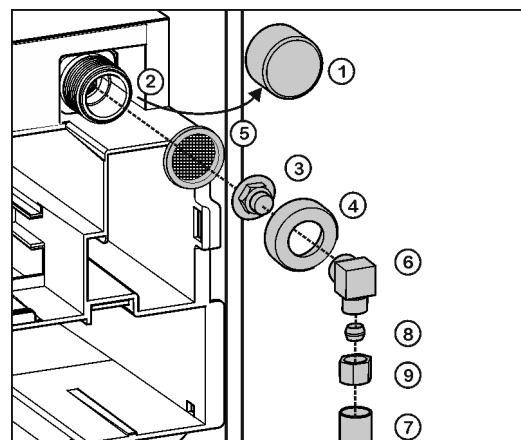

Fig. 10
- Retire el tapón Fig. 10 (1) de la electroválvula Fig. 10 (2).
- Introduzca la pieza de unión Fig. 10 (3) en la tuerca de racor Fig. 10 (4).
- Coloque el filtro de agua Fig. 10 (5) con la parte hundida hacia abajo en la dirección de la pieza de unión Fig. 10 (3).
- Conecte la tuerca de racor Fig. 10 (4) en la electroválvula Fig. 10 (2) y apriétela.
- Para desviar 90° la conexión de agua, dado el caso, atornille la pieza angular Fig. 10 (6).
- Conecte la tubería de agua Fig. 10 (7) (por ejemplo, cobre) con la ayuda del anillo de apriete Fig. 10 (8) y la tuerca Fig. 10 (9) en la pieza de unión Fig. 10 (3) o la pieza angular Fig. 10 (6).